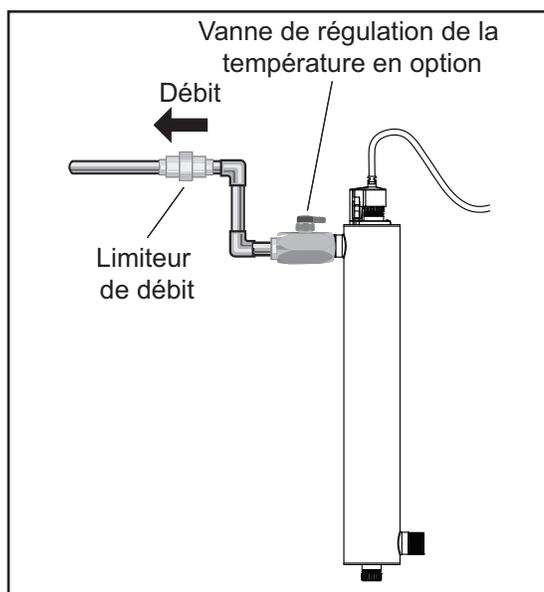

Figure 5 Limiteur de débit
3. Montez le système au mur à l'aide des pinces fournies. Différentes méthodes de branchement peuvent être utilisées pour brancher la source d'eau au système, cependant les connecteurs de type union sont recommandés. L'utilisation d'un dispositif de limiteur de débit permettra de maintenir le débit nominal du fabricant. Le limiteur de débit doit être installé sur l'orifice de sortie, il est conçu pour être installé sans une seule direction. Assurez-vous que l'écoulement de l'eau correspond à la direction de l'écoulement comme indiqué sur le limiteur de débit. Consultez la Figure 5.